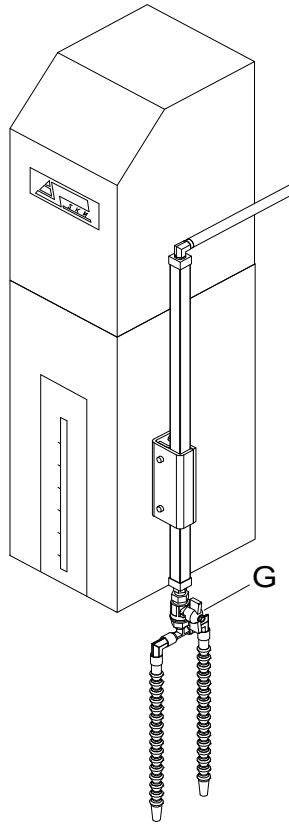

FIG. 4-2
5. TURN RIGHT THE G PART FOR CLOSING THE FLUSHING SWITCH.(AS FIG. 4-2)